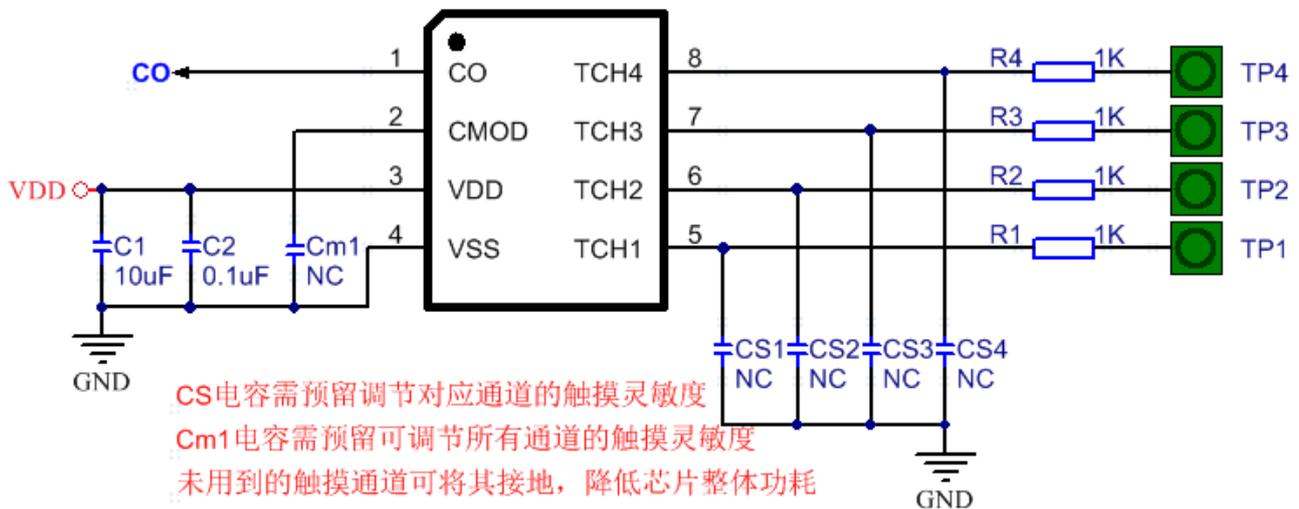

图 3 标准应用电路
4) 单通道触摸灵敏度细调可改变 Cs1~Cs4(见图 3)容值的大小实现